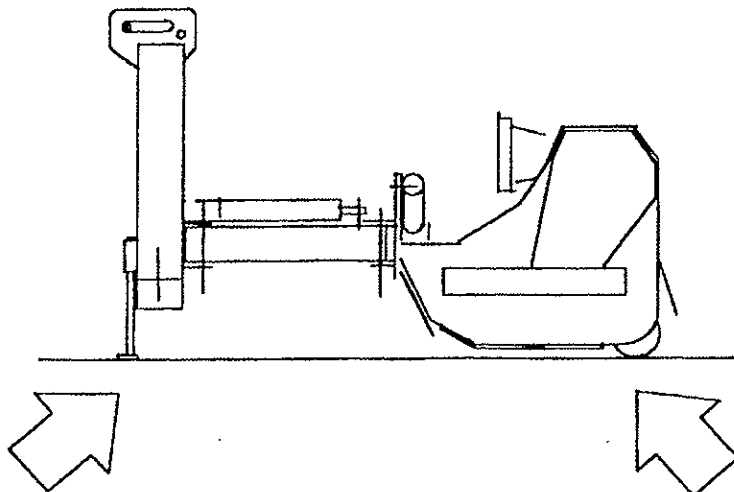

図12
- 一 スタンドを下げて固定し、アームを折り畳み、刈取り部ヘッダーを地面に降ろした後、トラクターの油圧リフトで本機を地面に降ろします。(図12)